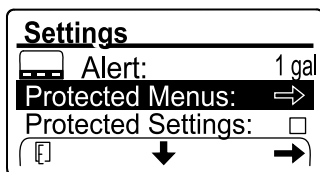

Figura 108
1. Introduzca el código PIN para la opción de PROTECTED MENUS (Menús protegidos) (Figura 108), consulte Acceso a los menús protegidos (página 23).